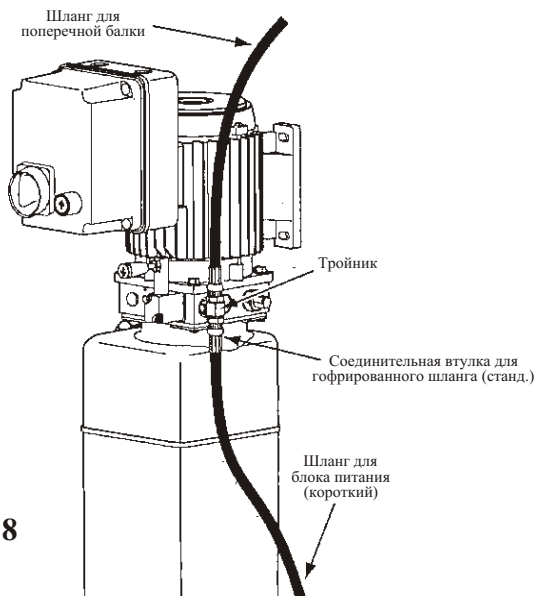

Рис. 8
Подъем блока питания должен осуществляться двумя человеками. Поскольку двигатель является самой тяжелой частью блока питания, то при подъеме блока каждый из поднимающих должен поддерживать его одной рукой. После установки блока питания на болтах один человек должен удерживать его на месте, в то время как другой человек насаживает на болты пружинные шайбы 5/16"-18NC. Установите тройник на насос так, чтобы уплотнительное кольцо обеспечивало герметичность соединения. Затем закрутите гайки с моментом 48-54 Нм (4,8-5,5 кг-м) и подсоедините питающие шланги к тройнику (рис. 8).
**15. Заправка масла и выпуск воздуха из гидравлической системы:** для заправки используйте масло для гидравлических систем Dextron III ATF или ISOVG32. Снимите крышку заливной горловины (рис. 8). Залейте 8 литров жидкости. Включите подъемник и поднимите рычаги на высоту примерно 609 мм. Откройте выпускные краны примерно на два оборота (рис. 9а).